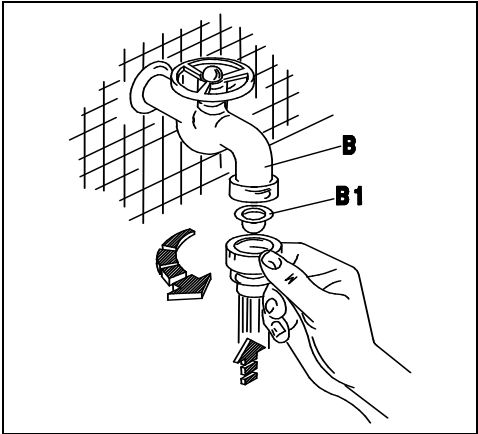
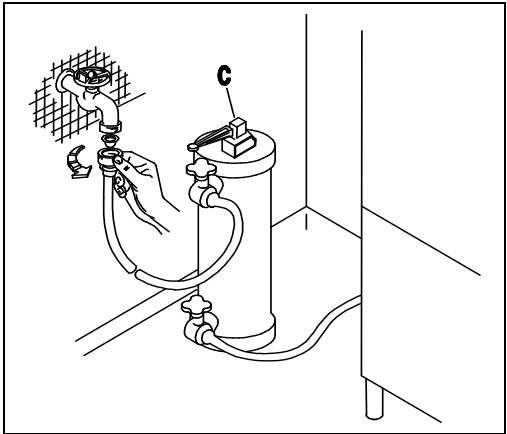
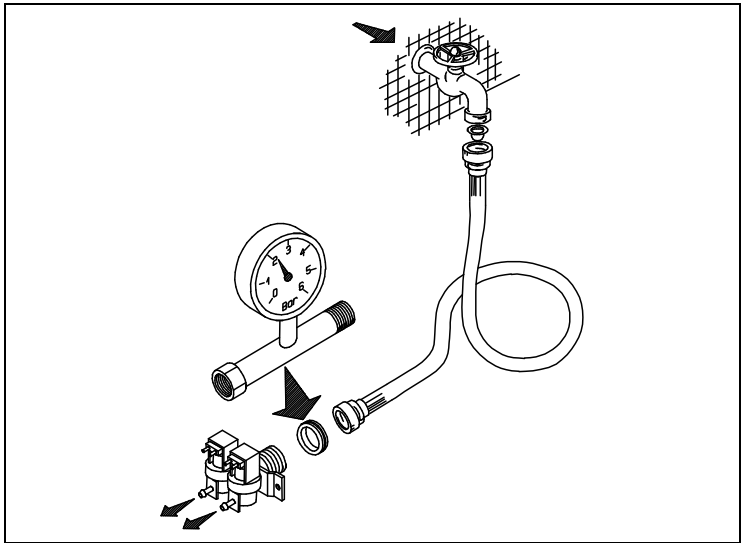
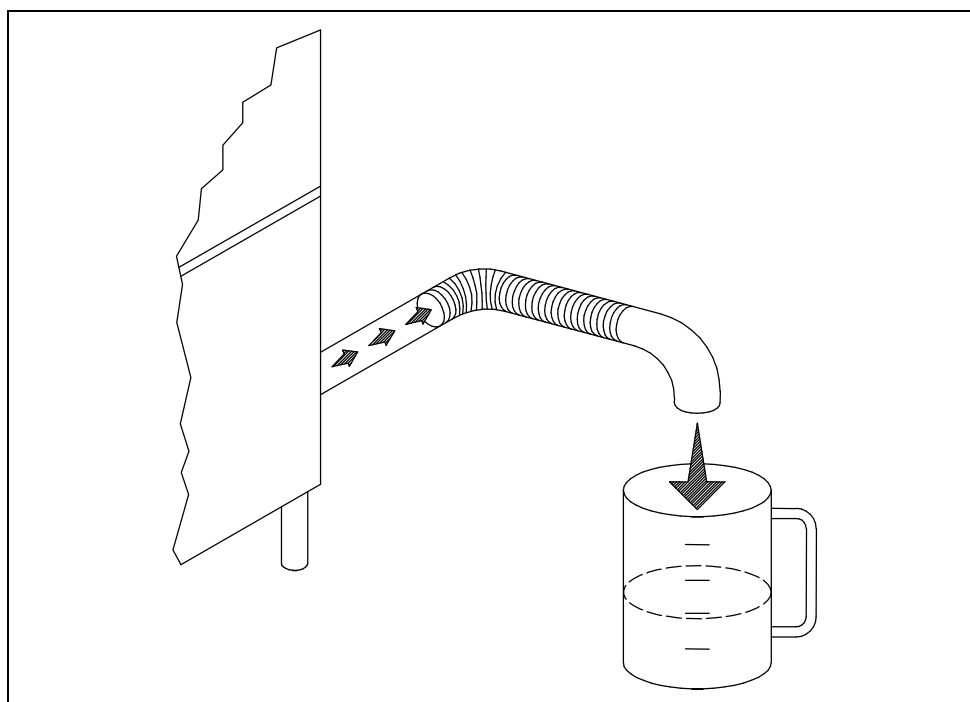

Fig. 2-2
Fig. 2-3
Fig. 2-4
Fig. 2-5
- L'apparecchio è previsto per l'allacciamento all'acqua fredda o calda (max 50÷55°C), con una pressione a valvola aperta come indicato nella Tab. 2-1. In caso di pressione superiore alla massima consigliata, bisogna installare un riduttore di pressione. In caso di pressione inferiore alla minima consigliata, bisogna installare una pompa di aumento pressione di max 0.5 Hp, con una portata di 20 L/min ed una prevalenza di 15÷20 mt. Il controllo della pressione deve essere effettuato all'ingresso dell'elettrovalvola (ved. fig.2-4). La condotta dell'acqua deve avere un diametro interno di almeno 16/18 mm (ved.fig.2-5). Collegare il tubo di carico acqua dell'apparecchio ad un rubinetto d'intercettazione (B),posto preferibilmente nelle immediate vicinanze dell'apparecchio, interponendo l'apposito filtro in dotazione (B1) (ved. fig.2-2). Si consiglia l'installazione di un decalcificatore (C) (non in dotazione), montato a monte dell'elettrovalvola della macchina (ved. fig.2-3).
- The appliance is designed for connection to the cold or hot water supply (max. 50÷55°C) at a mains pressure with the valve open as shown in Table 2-1 and a minimum output of 10 litres/min. If pressure exceeds the maximum, fit a pressure reducer. If pressure is lower than the minimum, fit a pressure booster pump of max. 0.5 Hp, with an output of 20 litres/min. and a head of 15÷20 metres. Pressure must be measured at the solenoid valve inlet (see fig. 2-4). The water pipes must have an internal diameter of at least 16/18 mm (see fig. 2-5). Connect the appliance water supply pipe to a cut-out tap (B), preferably placed close to the appliance, fitting the special filter provided (B1) (see fig. 2-2). We recommend fitting a water softener (C) (not provided) upstream from the machine solenoid valve (see fig. 2-3).
- Das Gerät ist für den Anschluss an Warm-und Kaltwasser (max. 50÷55°C) vorgesehen, wobei der Druck bei offenem Ventil dem in Tab. 2-1. Bei höherem Druck als dem empfohlenen einen Druckminderer installieren. Bei niedrigerem Druck als empfohlen eine Druckerhöhungspumpe mit max. 0,5 Hp, einer Förderleistung von 20l/min und einer Förderhöhe von 15-20m installieren. Die Druckkontrolle muss am Eingang des Elektroventils erfolgen (siehe Bild 2-4). Die Wasserleitung muss einen Innendurchmesser von mindestens 16/18 mm aufweisen (siehe Bild 2-5). Den Zulaufschlauch des Gerätes an einen möglichst nahegelegenen Wasserhahn (B) anschliessen und den vorgesehenen Filter (B1) anbringen (siehe Bild 2-2). Der Einbau eines Etkalkers (C) wird empfohlen; dieser gehört nicht zur Ausstattung und muss vor dem Elektroventil der Maschine eingebaut werden. (siehe Bild 2-3).
- L'appareil peut être raccordé à l'eau froide ou chaude (50÷55°C max) à une pression, soupape ouverte, comme indiqué dans le tableau 2-1. Si la pression dépasse la pression maximum conseillée, il faut installer un réducteur de pression. Si la pression est inférieure à la pression minimum conseillée, il faut installer une pompe pour faire augmenter la pression de 0,5 Hp max., à un débit de 20 litres /min et à une hauteur d'élévation de 15-20 m. Le contrôle de la pression sera effectué à l'entrée de l'électrovanne (voir fig. 2-4). Les conduites d'eau auront un diamètre interne d'au moins 16/18 mm (voir fig. 2-5). Raccorder la conduite d'arrivée de l'eau de l'appareil à un robinet secondaire (B), installé si possible tout près de l'appareil, après avoir intercalé le filtre spécial fourni (B1) (voir fig. 2-2). Nous conseillons d'installer un adoucisseur (C) (non fourni) qui sera monté en amont de l'électrovanne de la machine (voir fig. 2-3).
- Este aparato se puede alimentar con agua caliente o fría (máx. 50÷55°C); la presión del agua con válvula abierta está indicada en la tabla 2-1. En caso de que la presión fuera superior a la máxima que se aconseja, instale un reductor de presión; si fuera demasiado baja, instale una bomba de aumento de presión de 0,5 Hp (máximo), con un caudal de 20 litros por minuto y una altura de elevación de 15 a 20 m. El control de la presión se debe efectuar en la entrada de la electroválvula (véase fig. 2-4). La tubería del agua debe tener un diámetro interior de 16-18 m. por lo menos (véase fig. 2-5). Conecte el tubo de alimentación del agua del aparato a un grifo de paso (B), que irá montado preferentemente muy cerca del aparato, tras interponer el filtro (B1) del equipamiento base (véase fig. 2-2). Es aconsejable instalar un descalcificador (C) (que no forma parte del equipamiento base). El descalcificador irá montado antes de la electroválvula de la máquina (véase fig. 2-3).